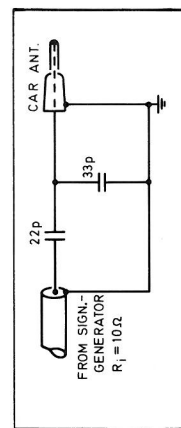

Fig. 3. Ekvivalent bilantenne.
4)	$f = 1400 \text{ kHz}$, m. = 30%, Uinn via ekvivalent bilantenne, se fig. 3.